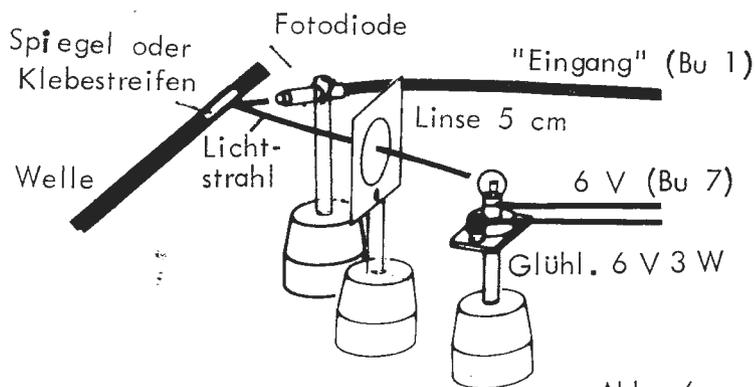

Abb. 6
2. Auf der Welle wird ein kleiner Spiegel so angebracht, daß er den Lichtstrahl bei jeder Umdrehung einmal auf die Fotodiode reflektiert. (Abb. 6)
3. Eine Welle mit glänzender (vernickelter) Oberfläche wird zum Teil mit einem schwarzen Klebestreifen abgedeckt, durch den das auf der Welle reflektierte Licht unterbrochen wird. (Abb. 6)